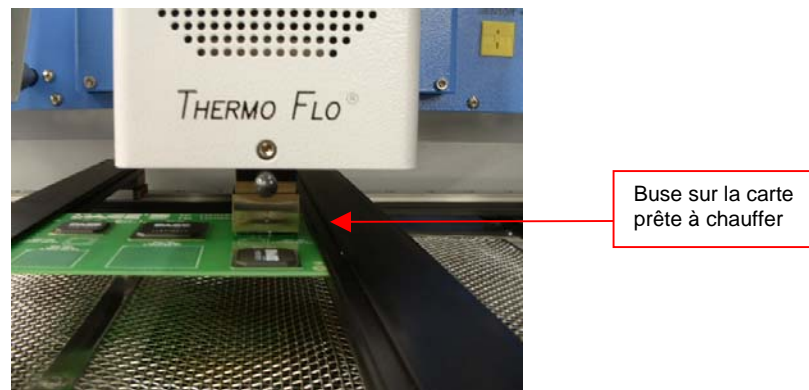

Figure 19
- xv. Cliquer avec la souris sur le bouton vert « Placer » pour abaisser le composant. (Figure 19)